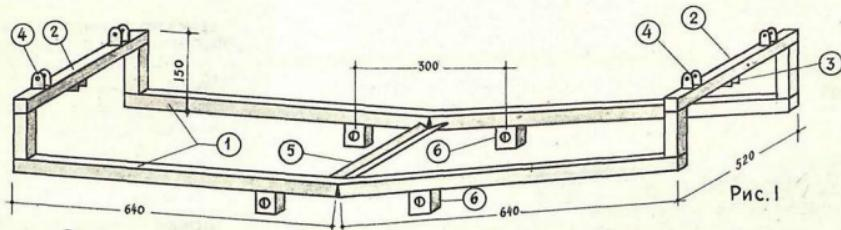

Рис.1
Рама прицепа (рис. 1). Для рамы использованы водопроводные трубы диаметром 3/4 дюйма и пять поперечин (1) из углового железа 40Х40. Две из них (последние) имеют длину 1680 мм, и изогнуты по форме dna и бортов лодки «казанка». Перед изгибом поперечины пропиливают, как указано на рисунке, заполняют металлическими вставками и заваривают. Концы поперечин связаны между собой уголками (2), и торцевые частям которых для жесткости приварены наакладки. На каждом уголке снизу имеются по два ушка (3) для установки гидравлических амортизаторов и сверху четыре — для крепления лодки (4).